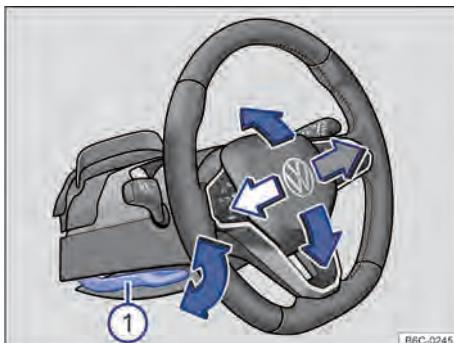

Fig. 64 Embaixo e a esquerda do volante junto com o revestimento da coluna de direção: alavanca de ajuste da posição do volante.
- Empurrar a alavanca para baixo segurando-a pelo seu manípulo → Fig. 64 ①.